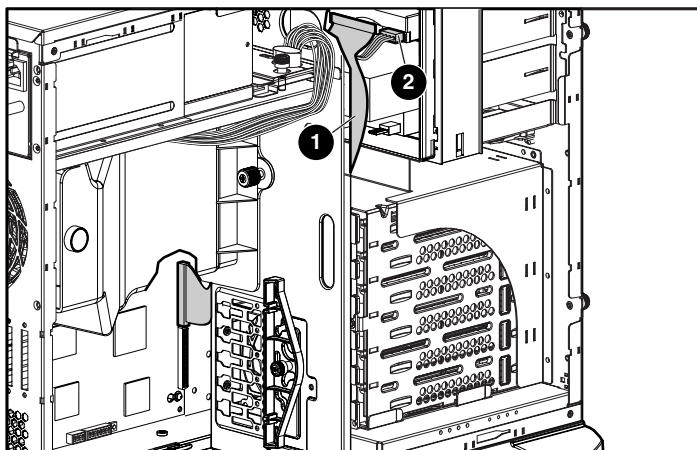

Figura 3-14: Conexão dos cabos de dados e de alimentação
7. Conecte o cabo de dados em um canal do controlador SCSI (canal SCSI secundário mostrado na Figura 3-14).